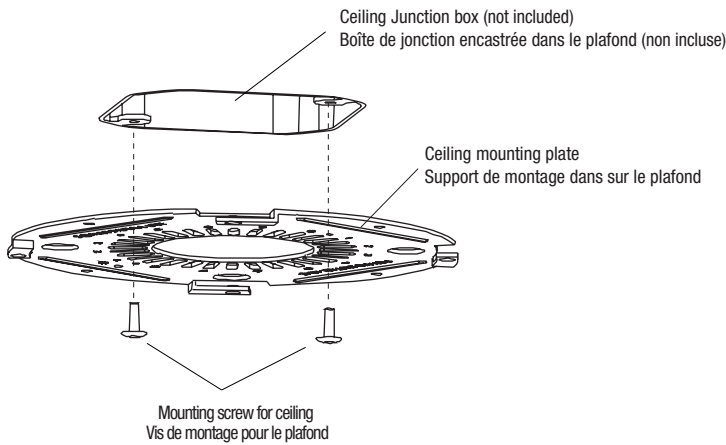

Fig. 1B
2. Install the mounting plate on the ceiling junction box using two (2) screws (non included) as shown in Fig. 1B.
2. Installer le support de montage sur la boîte de jonction du plafond en utilisant les deux (2) vis (non fournies) comme indiqué dans la Fig. 1B.